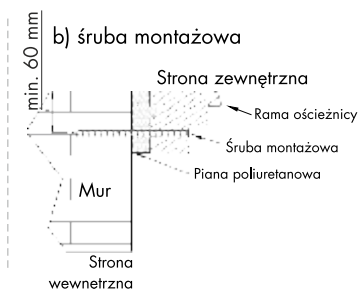

Rys. 3 - Przykłady kotwienia
5. Przymocować ościeżnicę do muru z zachowaniem parametrów przedstawionych na (Rys. 3), (w przypadku natrafienia na zbrojenie przy montażu do betonu dopuszczalne jest zastosowanie jednego kołka). Montaż w strefie izolacji cieplnej należy wykonywać zgodnie z wytycznymi systemodawcy.